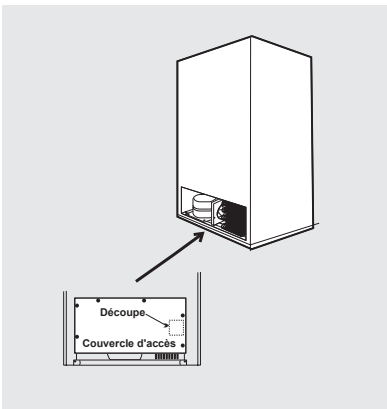

figure 2
6. Retirez les vis qui fixent le couvercle d'accès au cabinet (condenseurs intérieurs seulement - voir la figure 2).